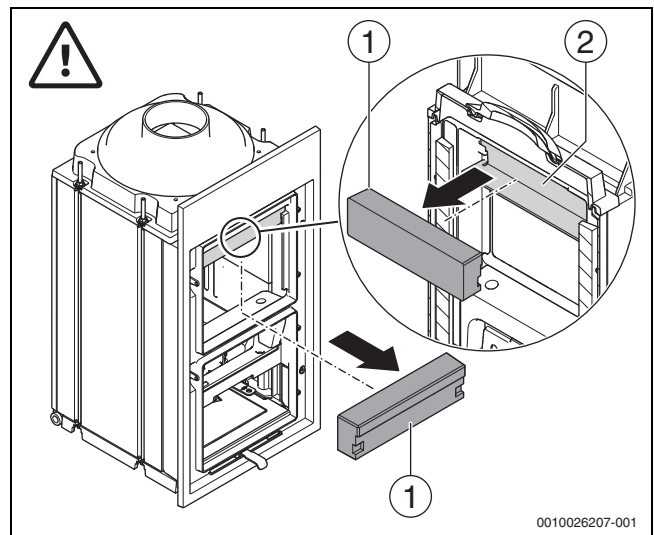

Bild 12 Oberen Stein ausbauen
- ▶ Durch die Füllraumbür greifen und den Stein (→ Bild 12, [1]) nach hinten entnehmen.